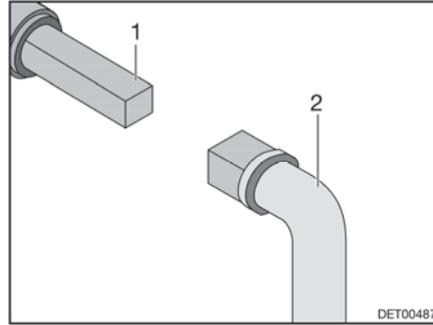

Fig. 78 Manejo del grifo para la eliminación de aguas residuales
- Insertar la llave (Fig. 78,2) en el cuadrado (Fig. 78,1).